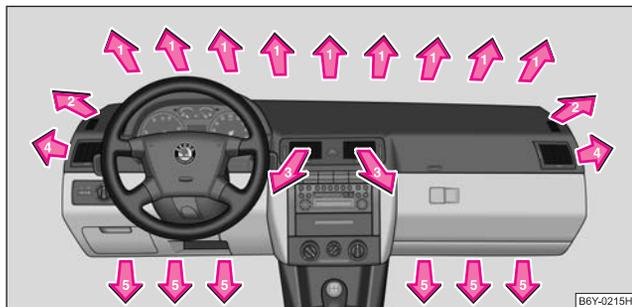

Abb. 88 Luftaustrittsdüsen
- Luftaustrittsdüsen **4** ⇒ Seite 82, Abb. 88 öffnen und zur Seitenscheibe richten.
- Luftaustrittsdüsen **4** ⇒ Seite 82, Abb. 88 öffnen und zur Seitenscheibe richten
- Luftaustrittsdüsen **3** und **4** ⇒ Seite 82, Abb. 88 öffnen